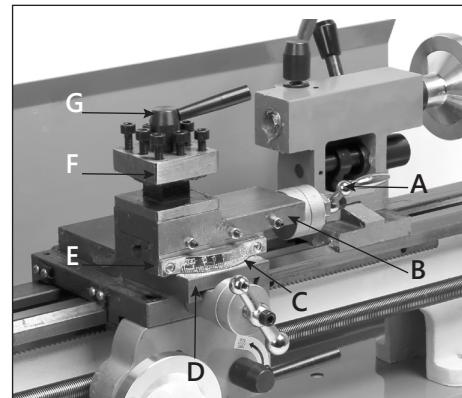

Рисунок 9.
При точении конусных поверхностей необходимо произвести настройку продольного суппорта **B** (рис. 9) на необходимый угол.
- вращая ручку **A** (рис. 9) подачи продольного суппорта **B**, переместите его так, чтобы открылся доступ к регулировочным винтам;